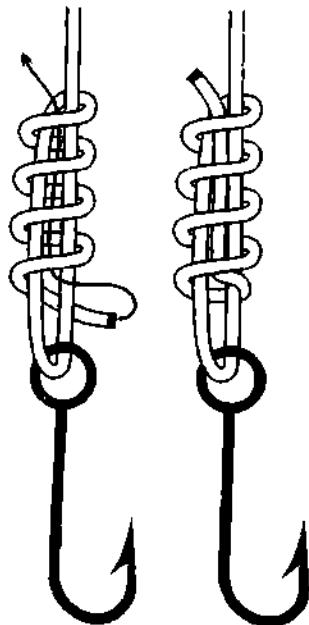

Рис. 722. Затягивающийся узел с четырьмя шлагами. Это висельный или эшаФотный узел, завязанный на крючке.
**Затягивающийся узел** можно связать с большим количеством шлагов – до шести (рис. 722). Но такой узел связать будет труднее, так как ходовой конец тонкой лески не просто пропустить внутрь узла под все шлаги. Чтобы облегчить задачу, можно воспользоваться швейной иглой или соломинкой. Соломинка продевается под шлаги и в неё всовывается ходовой конец, после чего соломинка извлекается и узел затягивается.